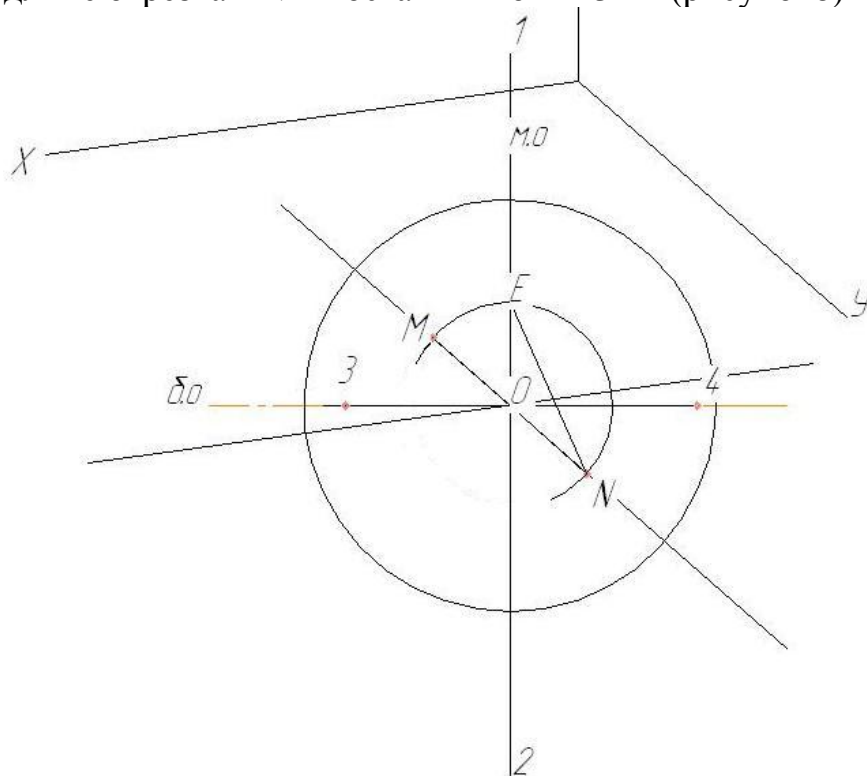

Рис.8
1.9. Из точки $O1$ вверх и вниз отложить отрезок длиной равный двум длинам отрезка EN и поставить точки 1 и 2 (рисунок 8)
1.10. Из точки $O1$ по большой оси вправо и влево отложить отрезок равный длине отрезка EN и поставить точки 3 и 4 (рисунок 8)